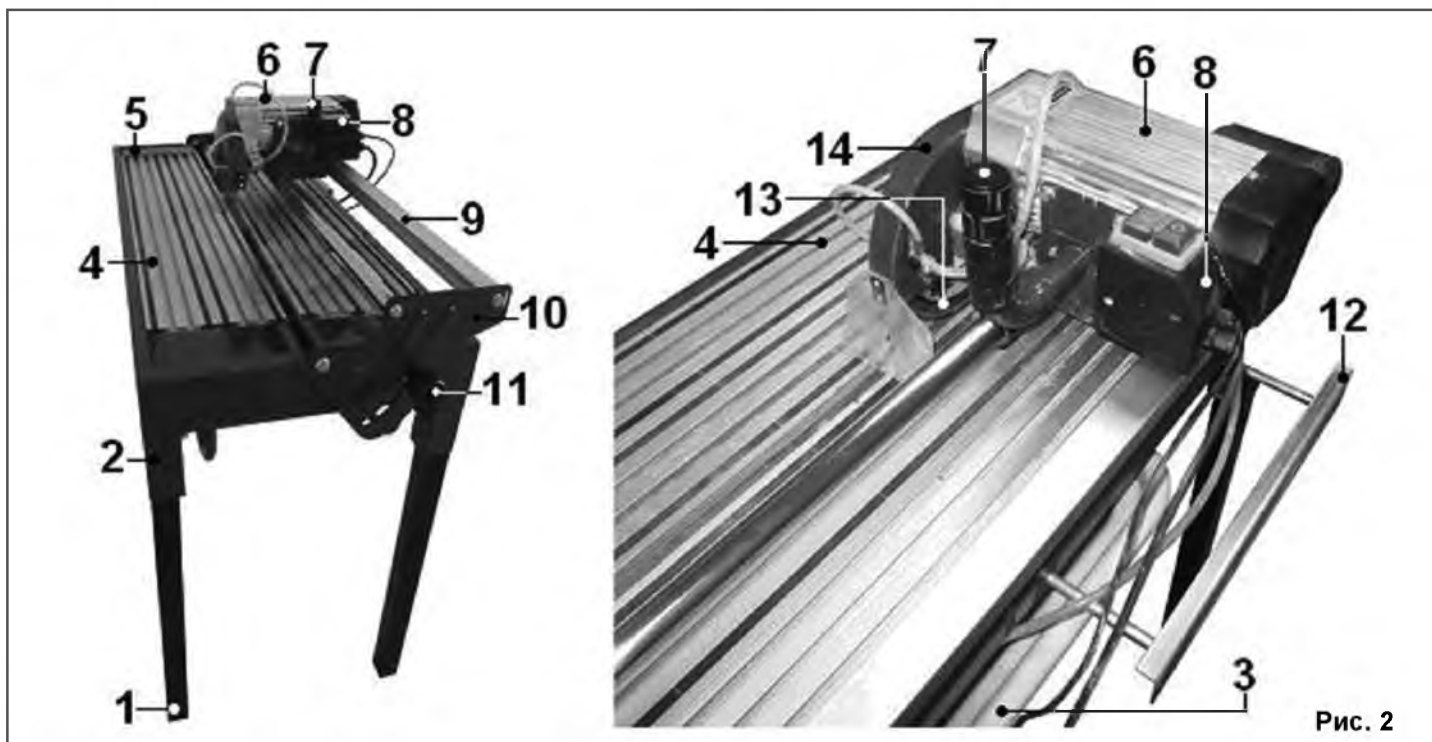

Рис. 2
## 7. УСТРОЙСТВО (Рис. 2)
10.2.1. Ослабьте положение двух рукояток фиксации (11). Установите отрезной диск (13) в вертикальное положение на отметку  $0^\circ$  по шкале (23), Рис. 2, 9. Затем проверьте угол  $90^\circ$  положения отрезного диска (13) относительно рабочего стола (4); при необходимости произведите корректировку показаний по шкале (23).
### 11.1. Принцип работы (Рис. 2, 10)
### 11.2. Подготовка к работе (Рис. 2, 11)
### 11.3. Выполнение работы (Рис. 2, 12)